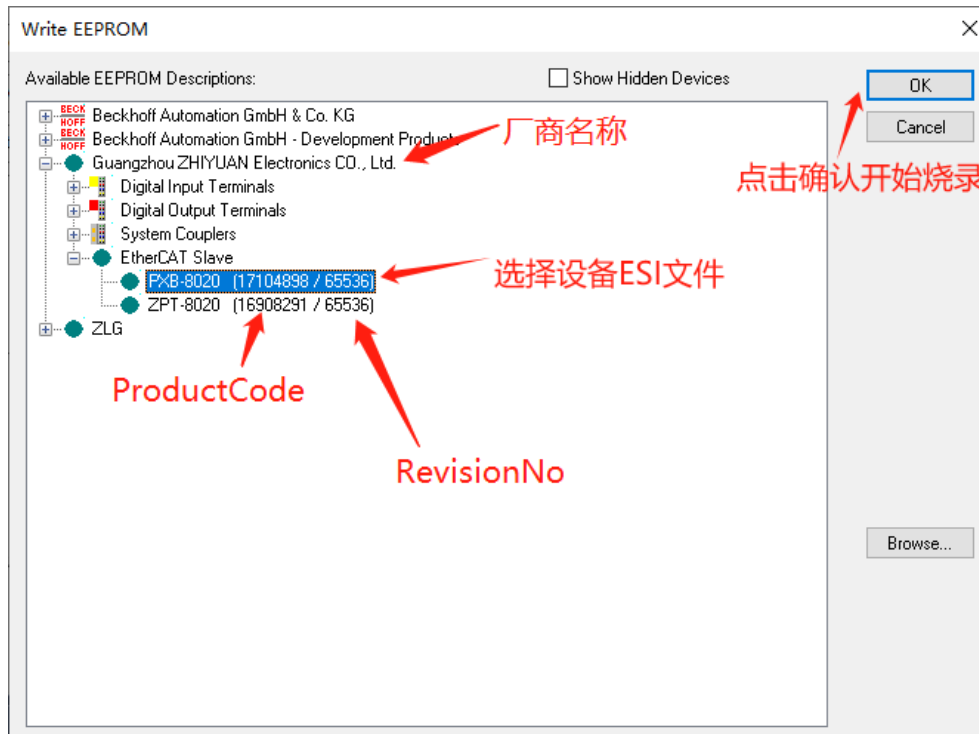

图 4.3 烧录 ESI 文件至 EEPROM
- 3) 跳转至烧录界面, 选中需要烧录的 ESI 文件, 点击 OK 即开始烧录对应的 ESI 文件, 如图 4.3 所示。